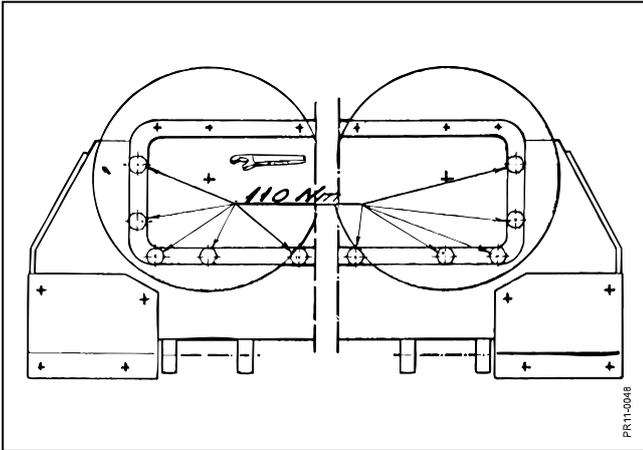

Fig. 5-4
- Fig. 5-4** Um schädliche Vibrationen in der Schneideinheit zu vermeiden soll der Mähbalken korrekt befestigt sein. Die 4 Bolzen mit dem Anziehdrehmoment 110 Nm (11Kpm) anziehen.